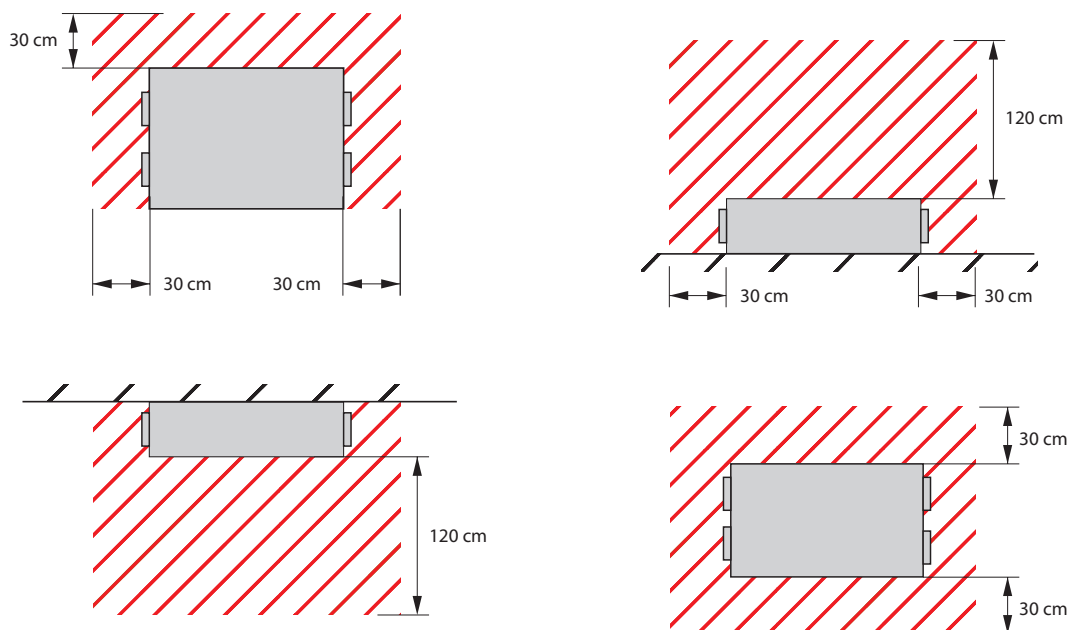

Fig. 5. Minimum plass for vedlikehold
- Det er bare disse aggregatene som kan monteres på tak eller vegg, og kun i stillingene som angis i fig. 5.